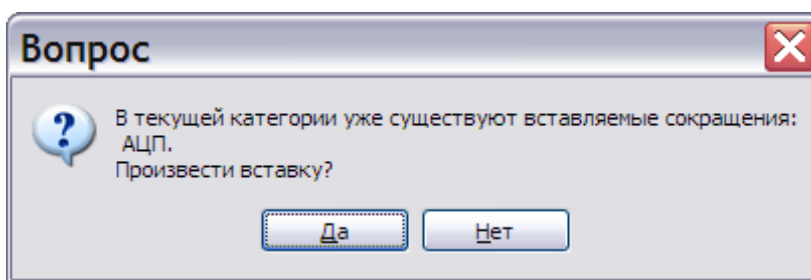

Рисунок 159
3) В левом окне выберите категорию, в которую необходимо переместить или скопировать сокращения, и нажмите на кнопку **Вставить**  или комбинацию клавиш CTRL+V, SHIFT+INSERT. Если в этой категории уже существуют вставляемые сокращения, то появится окно с запросом (рисунок 159).